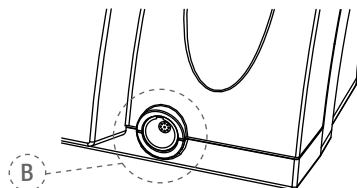

Рис. 3 Металлическое гнездо
3. Поместить штекер микромотора в металли- ческое гнездо с 9 контактами (В - см. рис. 3) на передней панели прибора.